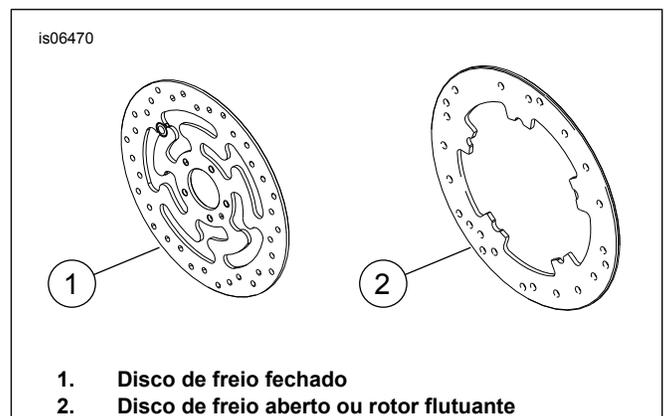

Figura 1. Estilos do disco do freio dianteiro
- Parafusos do disco de freio (Veja a figura 1. e Consulte a Tabela 1.)